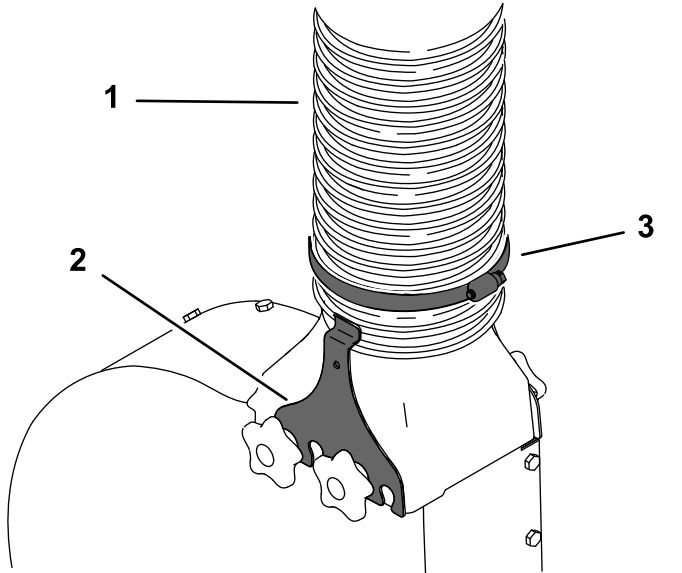

Figura 1
1. Allentate la fascetta stringitubo e i morsetti del soffiatore e rimuovete il flessibile dal gruppo del soffiatore (Figura 1).